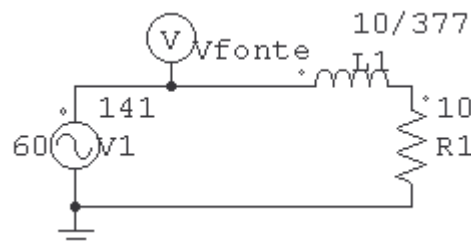

Figura 1 Circuito a ser simulado
- a. montar o circuito da figura 1 na tela do PC arrastando os componentes da barra localizada na parte inferior da tela e interligando-os com o “lápiz” que é acionado através da tecla , atribuindo-lhes os valores acima listados. Não esqueça de definir um ponto de terra que será tomado como referência, com potencial nulo.